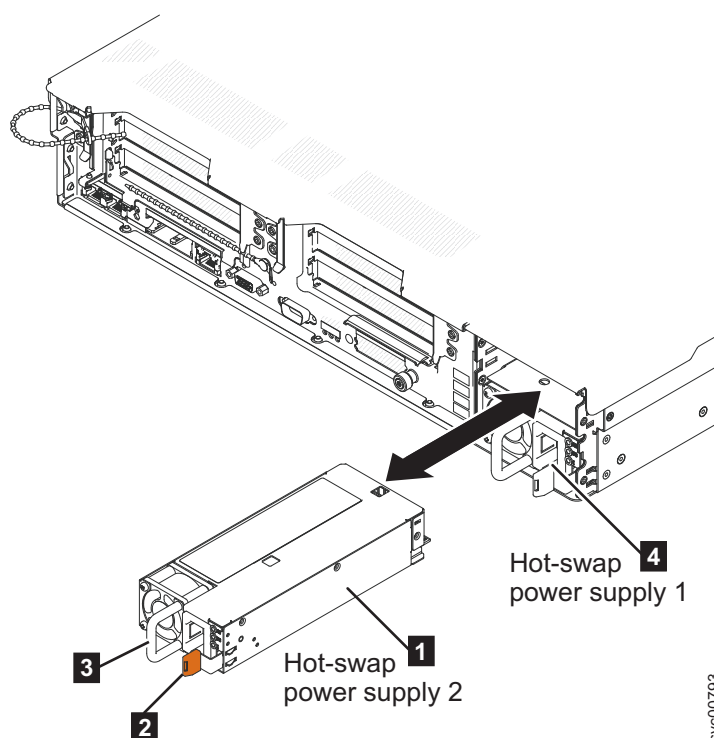

Figura 198. Removendo a Fonte de Alimentação do SAN Volume Controller 2145-DH8
5. Pressione e segure a alça de liberação para a esquerda, então segure a alça e puxe a fonte de alimentação para fora do nó, como mostrado em Figura 198.